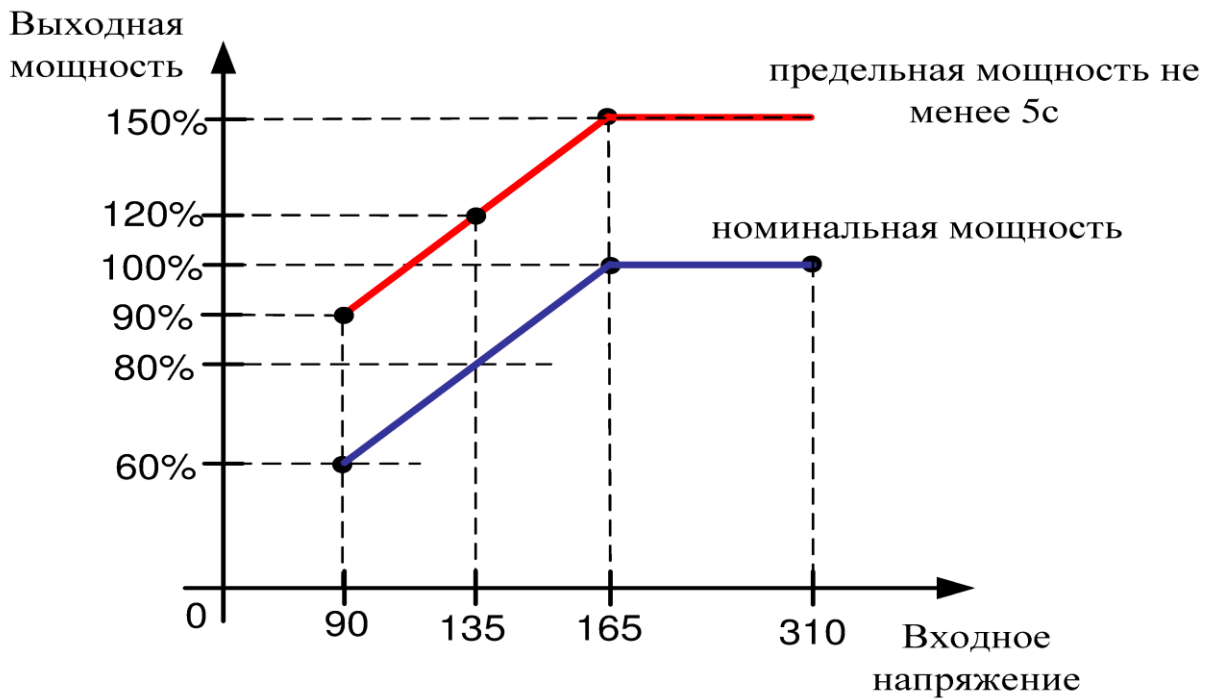

Рисунок 11 – Зависимость выходной мощности от входного напряжения
Зависимость номинальной выходной мощности стабилизатора от входного напряжения	Рисунок 11
Перегрузочная способность стабилизатора	Рисунок 11
**ВНИМАНИЕ!** Общая потребляемая мощность нагрузок, подключаемых к стабилизатору, не должна превышать номинальную выходную мощность устройства (таблица 10). Обратите особое внимание на изменение выходной мощности стабилизатора при изменении значения входного напряжения (рисунок 11), а также на наличие пусковых токов у подключаемого к стабилизатору оборудования.